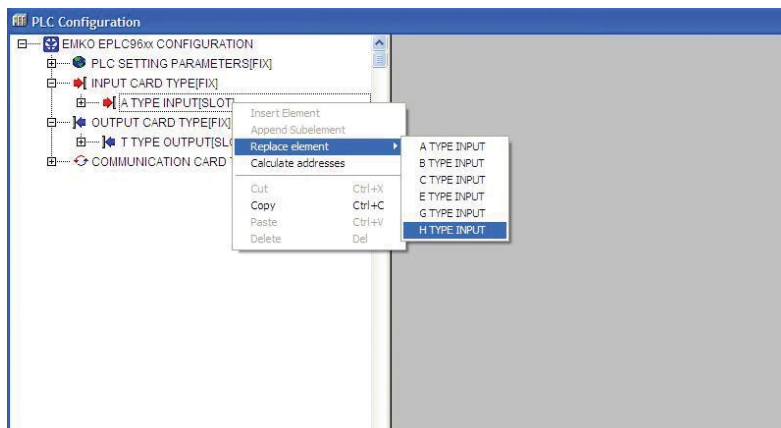

Рисунок 15.13 — настройка модуля ввода
- 12) Сконфигурировать модуль ввода **INPUT CARD TYPE [FIX]**. Для этого выбрать правой кнопкой мышки **A TYPE INPUT [SLOT]**, в контекстном меню выбрать «Replace element» и тип модуля ввода (см. Рисунок 15.13);